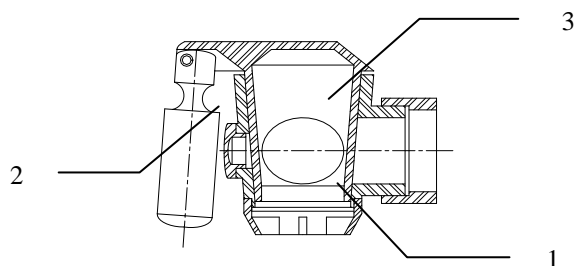

Рисунок 7: Выпускной вентиль
- При помощи ручки повернуть конусообразную часть (рис. 7; поз. 3) в положение «открыто». Вращение конусообразной части продолжать и одновременно приподнимать к пазу. В данном положении снять с гнезда и поставить его на мягкое основание;
- Отвернуть решетчатую гайку (рис. 7; поз. 1);
- Время от времени следует отвернуть покрывающий винт (рис. 7; поз. 2) и удалить остатки пищи, затем промыть его и вновь привернуть;